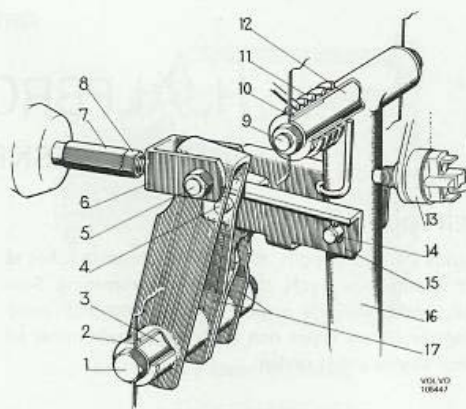

Bild 75. Pedalupphängning, 1800 S
- Gäller 1800 B 20 V. Demontera skruvarna (1 och 5 bild 75) och dra fram länksystemet.
- Gäller 1800 B 20 V. Sätt dubbelhävarmen (17 bild 75) och trycklänken (15) på sin plats i vagnen. Montera skruvarna (1 och 5) och muttarna.